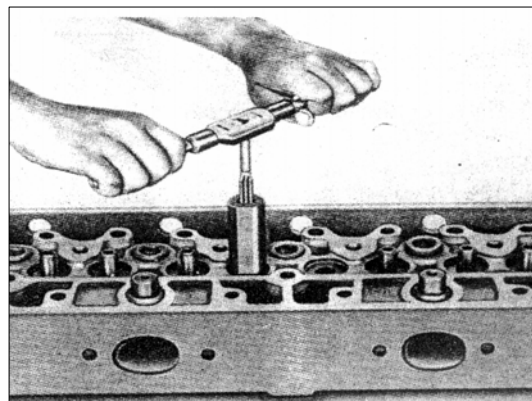

РИС. 91
- 9) При развертывании внутреннего диаметра втулки клапана, используйте кондукторную втулку для правильной центровки развертки и точного контроля размеров диаметра втулки клапана. Используйте кондукторную втулку 2576 5890 0225 для развертывания втулки впускного клапана и 2576 5890 0224 для втулки выпускного клапана. Эти направляющие втулки могут использоваться как для стадии стандартной, так и для стадий ремонта втулок клапана (рис. 91).